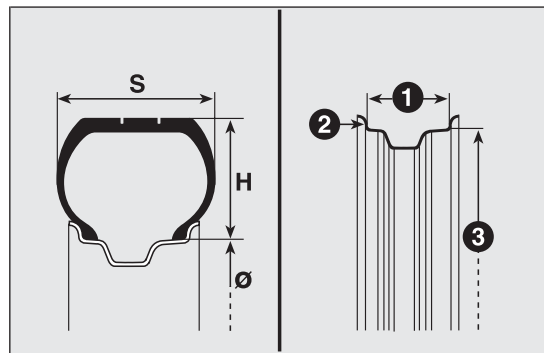

fig. 219
Esempio fig. 219: 195/65 R 15 91 T
per pneumatici da neve****QM + S** fino a 160 km/h**TM + S** fino a 190 km/h**HM + S** fino a 210 km/h**Indice di carico (portata)****60** = 250 kg**84** = 500 kg**61** = 257 kg**85** = 515 kg**62** = 265 kg**86** = 530 kg**63** = 272 kg**87** = 545 kg**64** = 280 kg**88** = 560 kg**65** = 290 kg**89** = 580 kg**66** = 300 kg**90** = 600 kg**67** = 307 kg**91** = 615 kg**68** = 315 kg**92** = 630 kg**69** = 325 kg**93** = 650 kg**70** = 335 kg**94** = 670 kg**71** = 345 kg**95** = 690 kg**72** = 355 kg**96** = 710 kg**73** = 365 kg**97** = 730 kg**74** = 375 kg**98** = 750 kg**75** = 387 kg**99** = 775 kg**76** = 400 kg**100** = 800 kg**Indice di carico (portata)****77** = 412 kg**101** = 825 kg**78** = 425 kg**102** = 850 kg**79** = 437 kg**103** = 875 kg**80** = 450 kg**104** = 900 kg**81** = 462 kg**105** = 925 kg**82** = 475 kg**106** = 950 kg**83** = 487 kg**LETTURA CORRETTA DEL CERCHIO****Esempio fig. 219: 6 J x 15 ET 31.5****6** larghezza del cerchio in pollici (1).**J** profilo della balconata (risalto laterale dove appoggia il tallone del pneumatico) (2).**15** diametro di calettamento in pollici (corrisponde a quello del pneumatico che deve essere montato) (3 = Ø).**H2** forma e numero degli “hump” (rilievo circonferenziale, che trattiene in sede il tallone del pneumatico Tubeless sul cerchio).**ET 31.5** campanatura ruota (distanza tra il piano di appoggio disco/cerchio e mezzzeria cerchio ruota).